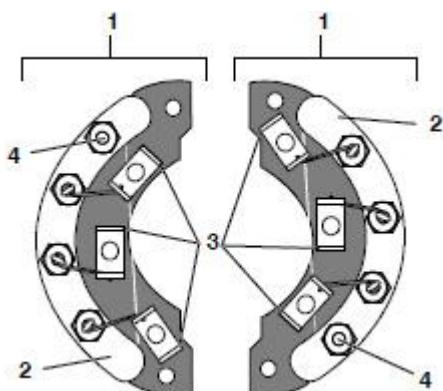

Рисунок 4-5. Выпрямитель генератора переменного тока
2. Промаркируете и разъедините провода ротора генератора переменного тока идущие к зажимам выпрямителя. Заметьте, что зажимы маркированы красной краской для первых диодов, а черной для последних в сборке диодов. Маркируйте и разъедините контакты возбудителя от двойных наконечников кабеля. (см. Рисунок 4-5)